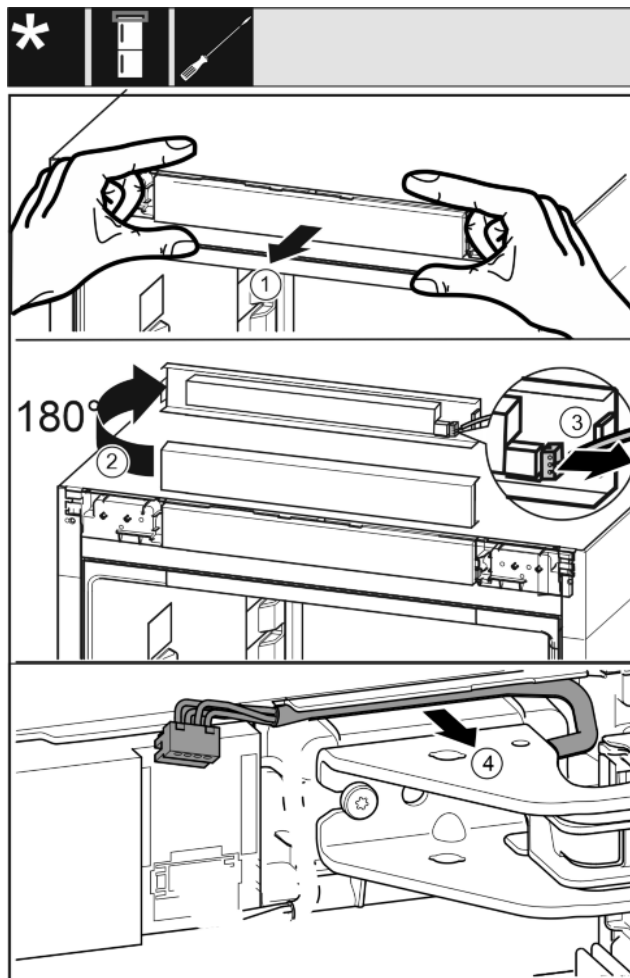

Fig. 15
- Bedienblende des Geräts vorsichtig nach vorne lösen. Fig. 15 (1)
- Bedienblende nach oben um 180° drehen. Fig. 15 (2)
- Die Rastnase nach hinten drücken und den Stecker vorsichtig herausziehen. Fig. 15 (3)
- Kabel über Lagerbock vorsichtig aus der Führung lösen. Fig. 15 (4)